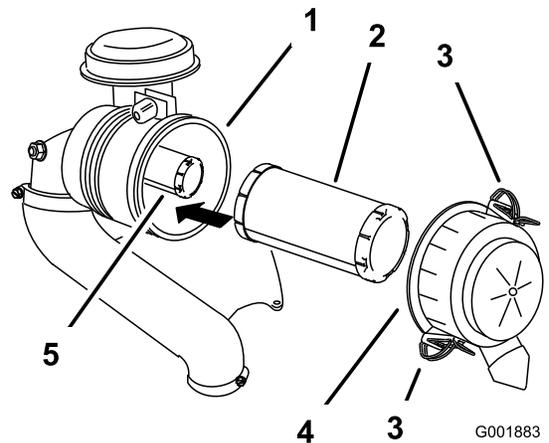

Figure 38
3. Ouvrez les dispositifs de verrouillage du filtre à air et séparez le couvercle du corps du filtre (Figure 38).
5. Sortez l'élément principal du corps du filtre avec précaution (Figure 38).
2. Si vous remplacez l'élément de sécurité, insérez-le avec précaution dans le corps du filtre (Figure 38).
3. Placez ensuite l'élément principal sur l'élément de sécurité avec le même soin (Figure 38).
4. Reposez le couvercle du filtre à air, le côté portant l'inscription **UP** en haut, et fermez les dispositifs de verrouillage (Figure 38).